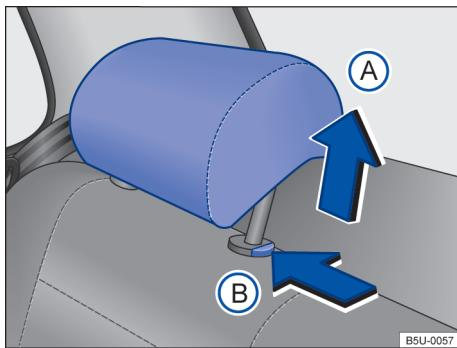

Fig. 62 Apoios para cabeça traseiros: desinstalar.
- Pressionar o botão → Fig. 62 B no sentido da seta. Retirar o apoio para cabeça com o botão pressionado.
- Empurrar o apoio para cabeça para baixo com o botão → Fig. 62 B pressionado.